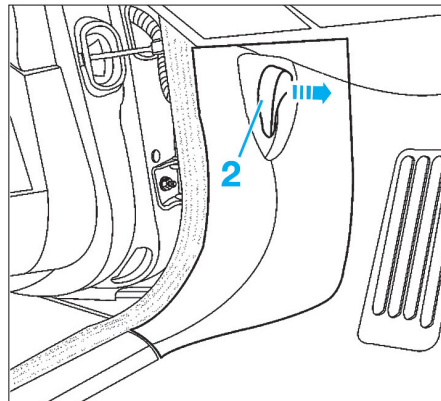

FIG. 21
- Dégrafer la garniture inférieure (2) de bas de marche après avoir déposé la poignée d'ouverture de capot (Fig.21).